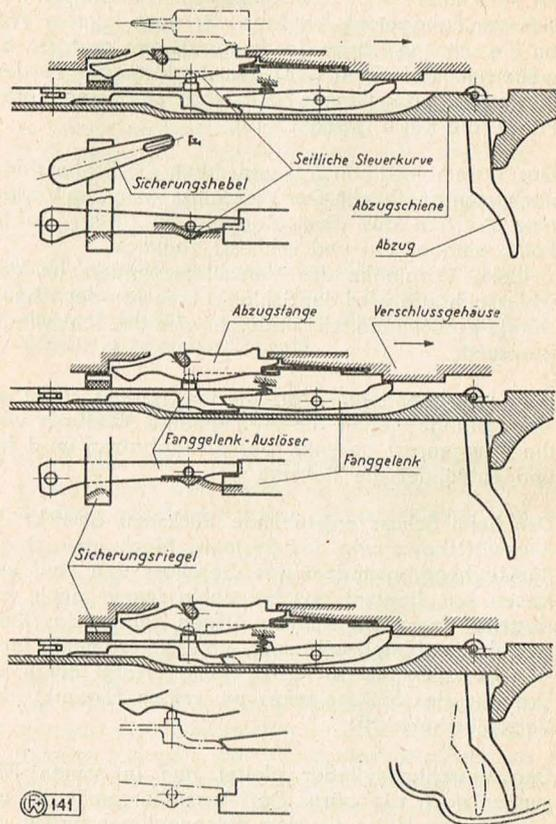

Fig. 21
17. **Der Einzelschuss** (Fig. 21):